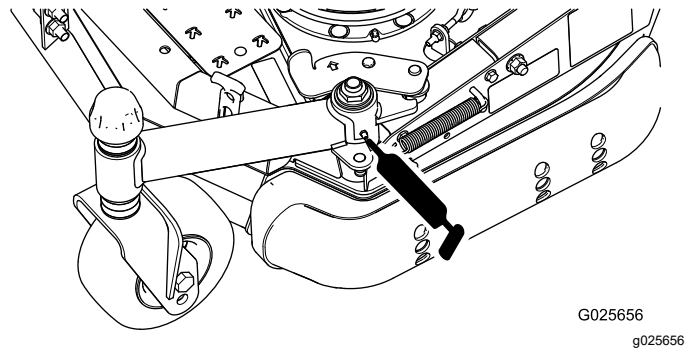

Рисунок 21
- Шарнир складывания рычага поворотного колеса (1 место) (Рисунок 21)